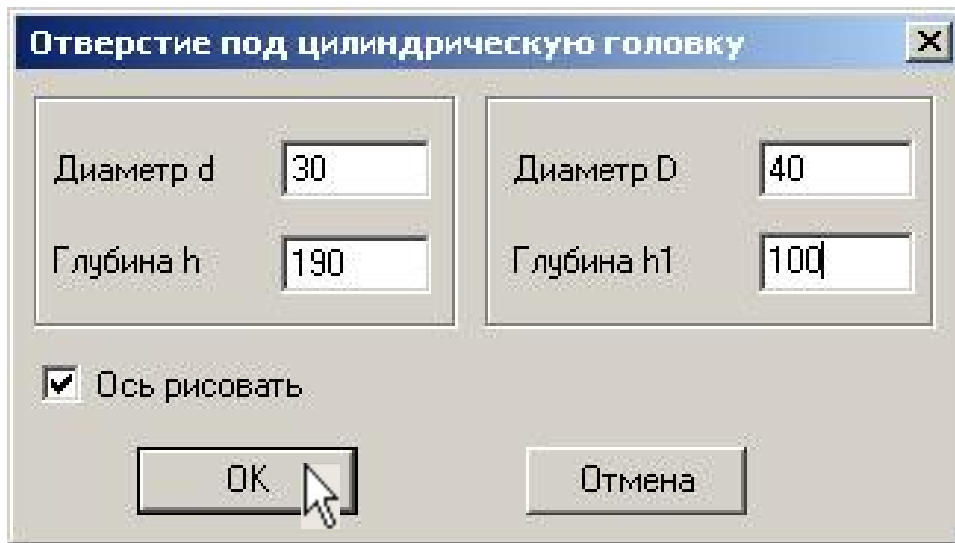
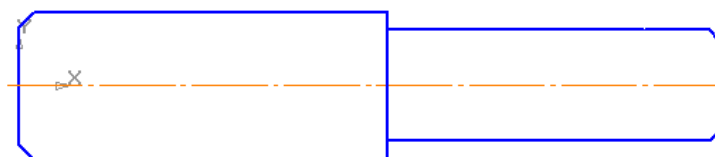

Рис. 30
Рис. 31
3. Подключите *Прикладную библиотеку КОМПАС*, находящуюся в разделе *Прочие*. Выберите в разделе *Гладкие отверстия - Отверстие под цилиндрическую головку* и установите необходимые параметры, рис. 30. Проведите недостающие линии и выполните фаски, рис. 31.